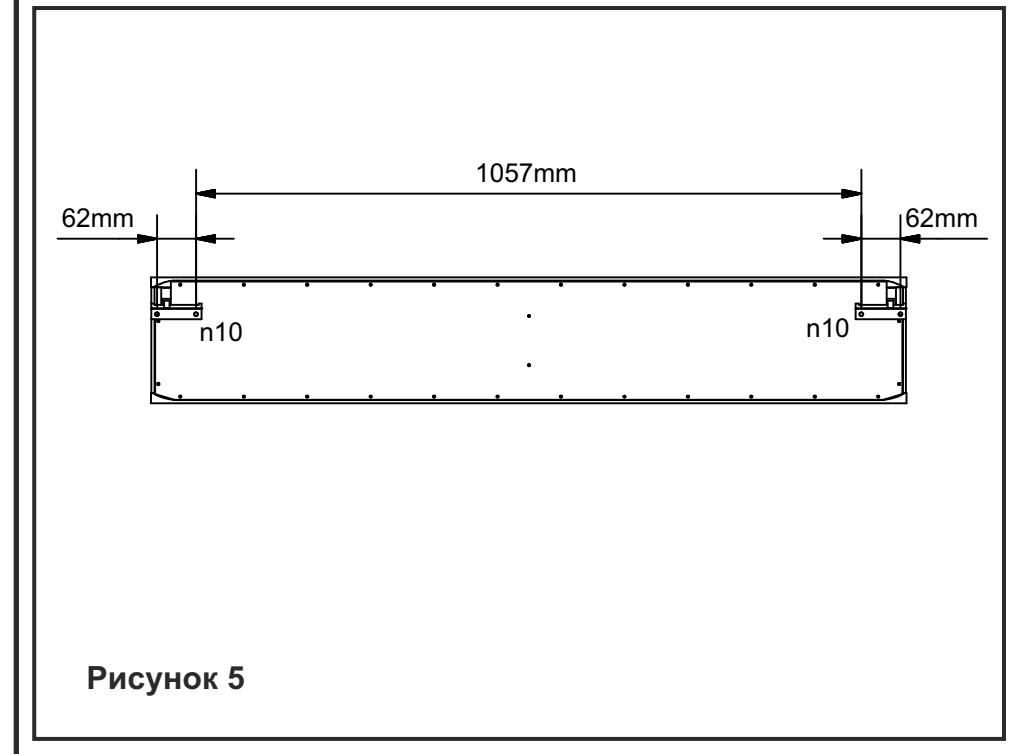

Рисунок 5
9. Для навешивания шкафа навесного на стене с помощью карандаша и линейки разметить отверстия, как показано на **рис. 5**.